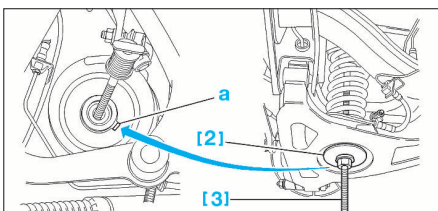

FIG. 43
- Positionner l'ergot (a) de la plaque [2] dans la découpe du triangle inférieur (Fig.43).